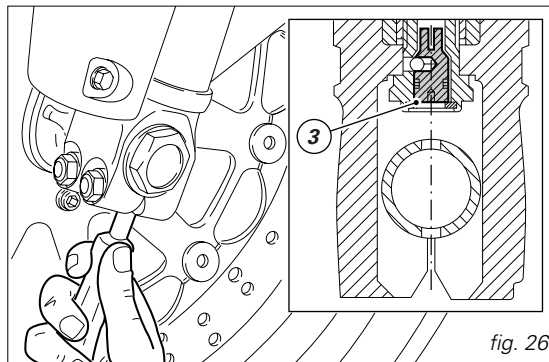

fig. 26
- 3) (fig. 26) per modificare il freno idraulico in compressione.